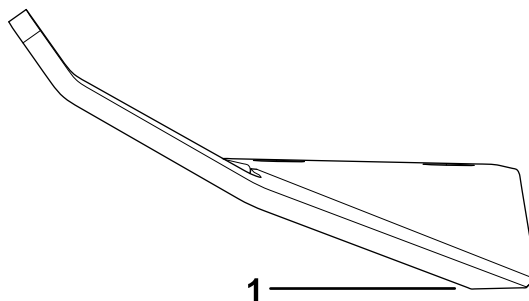

Рисунок 108
1. Затачите напильником или инструментом для заточки режущую кромку на обоих концах ножа в сборе (Рисунок 108).
Примечание: Если нож в сборе не сбалансирован, удалите некоторое количество металла с тяжелого конца ножа только в области загиба (Рисунок 108).